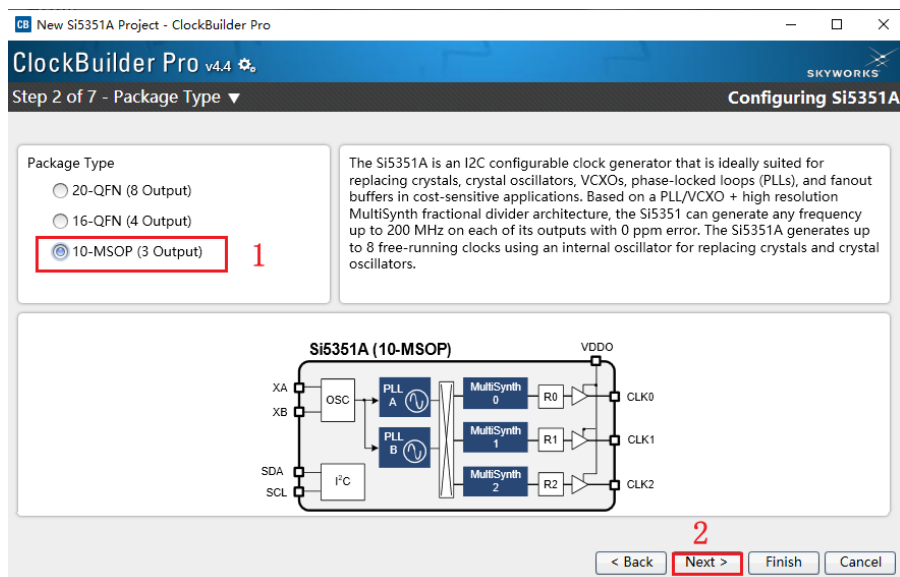

图 12.19 选择器件类型
6. 选择器件类型，我们使用到的 3 路输出，操作步骤如下图 12.19 所示。